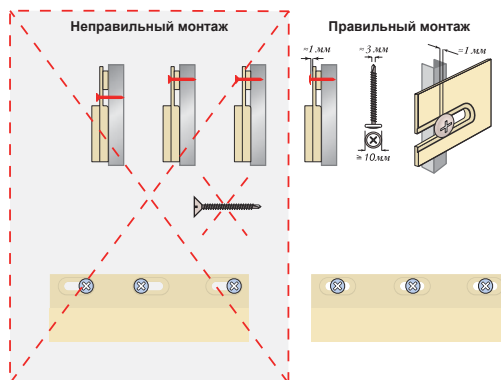

Рис. 2
- Установите нижнюю часть панели на стартовый профиль и закрепите её саморезами в гвоздевых отверстиях, руководствуясь рекомендациями (Рис. 2). Следующая панель устанавливается на стартовый профиль аналогично первой и заводится в первую панель до касания с термокомпенсаторами.
- Закрепите вторую панель на обрешетке, руководствуясь рекомендациями (Рис. 2). Последующие панели устанавливаются аналогично.
- Закрепите фасадный J-профиль по аналогии с монтажом всех используемых элементов системы (Рис. 2). Для того, чтобы завести панель в универсальный J-профиль, его достаточно отогнуть.